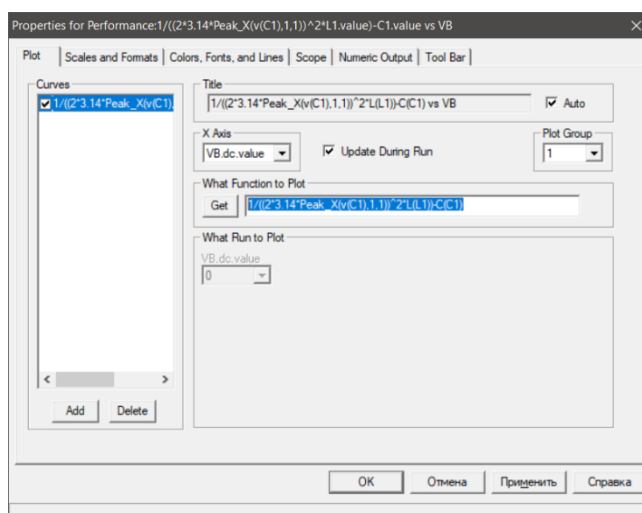

Рис. 12. Окно Properties for Performance.
Теперь в окне **Properties for Performance**, в поле в области **What Function to Plot** нарастите вокруг записи **Peak_X(v(C1),1,1)** формулу (4). Для этого введите в этом поле запись следующего характера: $1/((2*3.14*Peak_X(v(C1),1,1))^2*L(L1))-C(C1)$ (рис. 12).